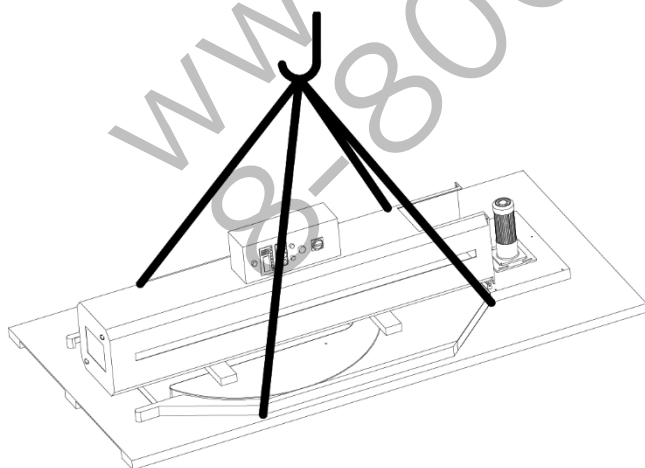
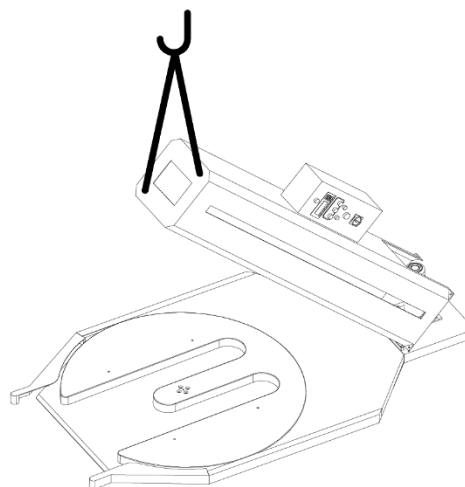

Рис. 2-8
Рис.2-9
1. С помощью крана или вилочного автопогрузчика выньте машину из упаковки и разместите ее в горизонтальном положении в месте назначения. См.. Рис. 2-8 и Рис. 2-9.